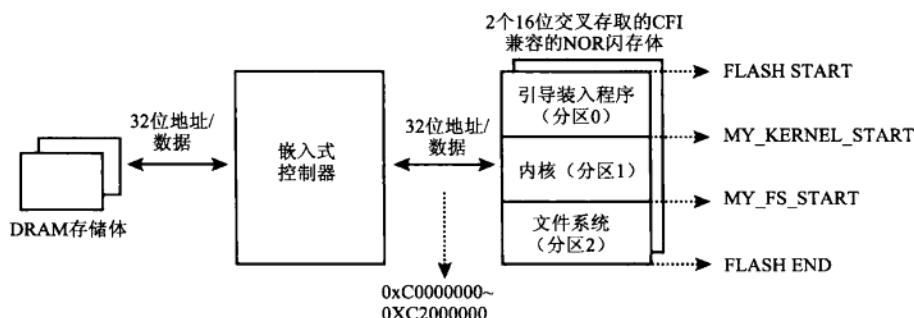

图17-2 示例Linux手持设备上的闪存
考虑一个图17-2所示的Linux手持设备。其中的闪存大小为32MB，并被映射到处理器的地址空间0xC0000000。它包括3个分区，分别用于引导装入程序、内核和根文件系统。引导装入程序（Bootloader）分区从闪存的顶部开始，内核分区从偏移MY\_KERNEL\_START处开始，根文件系统从偏移MY\_FS\_START③处开始。引导装入程序和内核放在只读分区以防被破坏，而文件系统分区是可读写的。
我们先创建闪存映射，然后开始驱动程序初始化。映射驱动程序必须将图中的闪存布局转变成mtd\_partition结构体。代码清单17-1包含了与图17-2对应的mtd\_partition定义。注意mask\_flags字段标识是否允许写，MTD\_WRITEABLE表示一个只读分区。